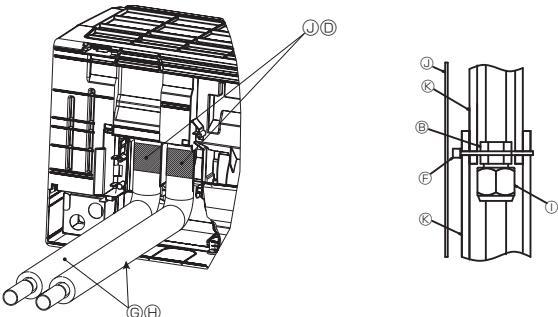

Fig. 3-19
- Cubra la junta con una cubierta de la tubería y asegúrela con una brida F. (Fig. 3-19)